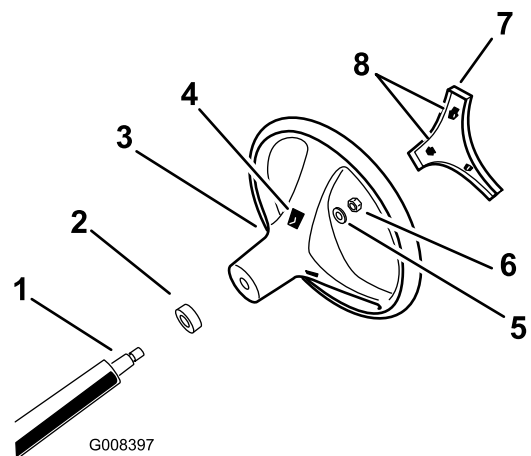

Figure 3
4. Fixez le volant à l'arbre au moyen du contre-écrou (Figure 3). Serrez le contre-écrou à un couple de 24 à 29 N·m.
5. Placez les languettes du couvre-moyeu en face des fentes dans le volant et enclenchez le couvre-moyeu sur le moyeu du volant (Figure 3).